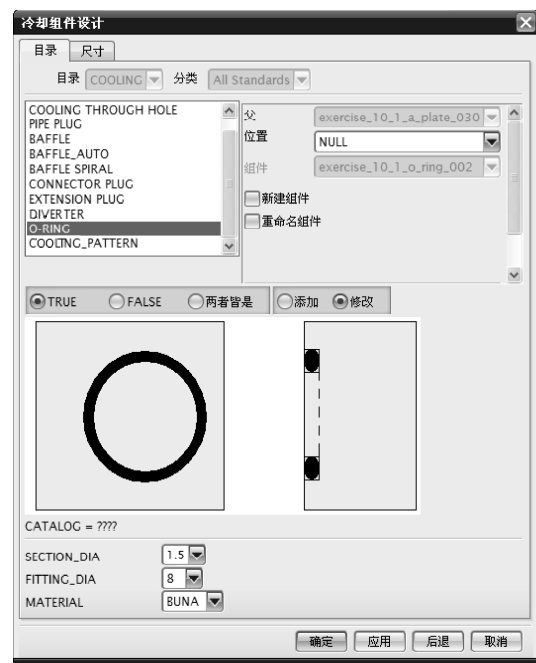
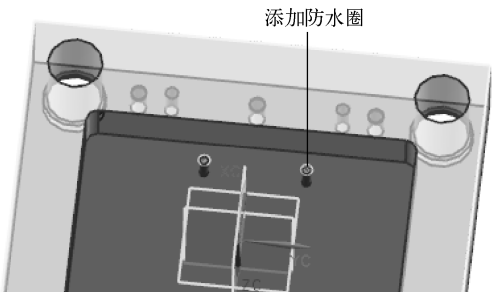

图 10-106 【冷却组件设计】对话框
图 10-107 添加防水圈
(6) 给 A 板上两个水孔添加防水圈。单击模具冷却工具条中【冷却标准部件库】按钮, 弹出如图 10-106 所示【冷却组件设计】对话框。
(7) 在如图 10-106 所示【冷却组件设计】对话框的目录显示框中, 选择【O-RING】选项, 在下部选择配合直径为 8。
(8) 在如图 10-106 所示【冷却组件设计】对话框单击【应用】按钮, 调入防水圈, 并对防水圈重新定位, 在 A 板冷却管道上添加如图 10-107 所示的防水圈。
(9) 在 A 板的侧面开两个水孔。按照前述建立直接通道的方法, 选择 A 板侧面作为管